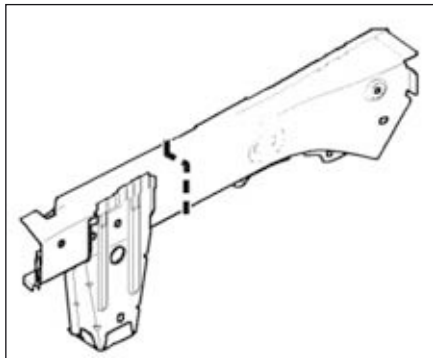

FIG.7
- Tracer puis découper le longeron avant (Fig.7).